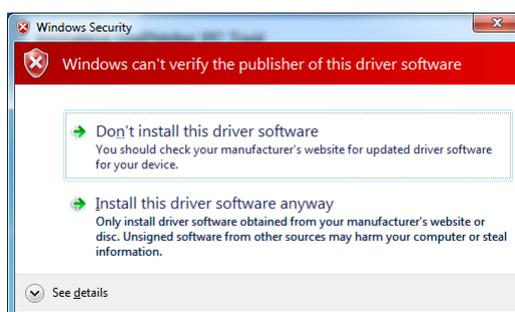

Figure 17: Ecran de confirmation de l'installation du pilote.
10. Si le pilote associé n'est pas installé sur votre ordinateur, l'écran **figure 17** peut apparaître durant l'installation. Sélectionnez "Install this driver software anyway" afin d'installer le pilote requis permettant le lien entre le logiciel d'application et le logiciel d'impression.